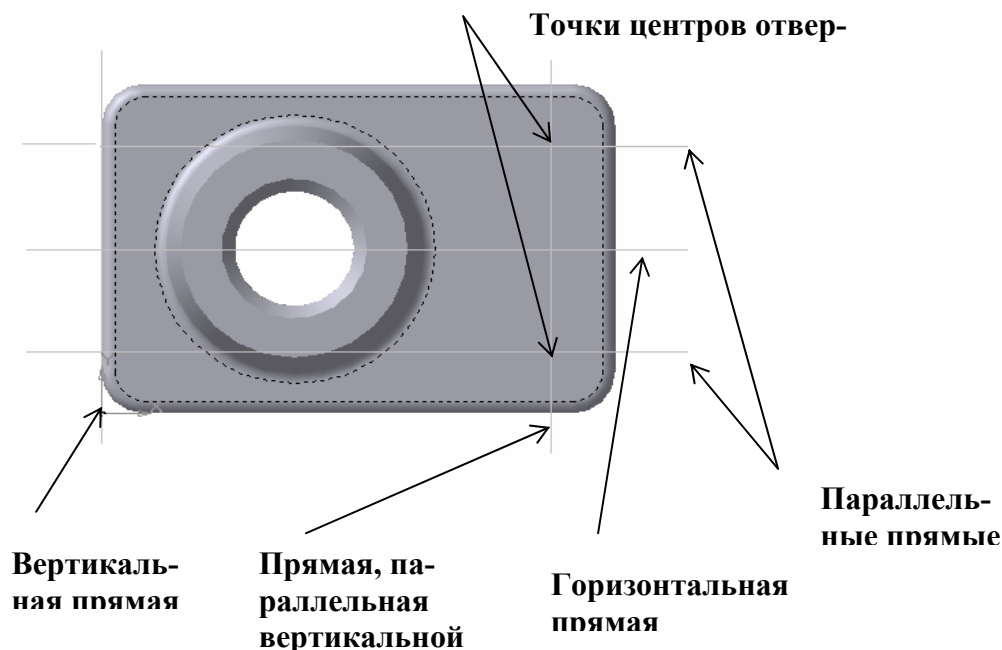

Рис. 3.9. Построение точек центров отверстий
25. Определите положение центров отверстий с помощью вспомогательных прямых (см. рис. 3.9):